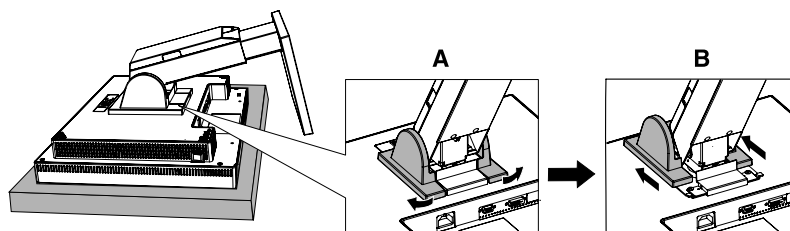

Figure S.3
3. Enlevez les deux pièces amovibles en plastique. Avec vos doigts, repoussez-les légèrement à l'opposé du support (A). Puis poussez-les vers le haut (B) (**Figure S.3**).